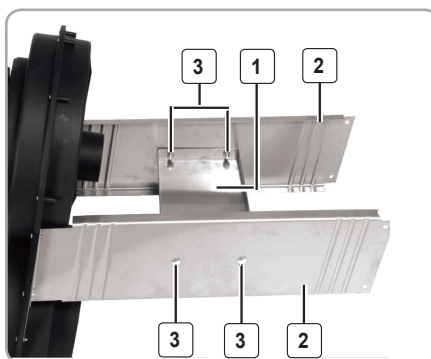

Fig.5
- Poziționați placa de stabilizare (1) între plăcile laterale (2) și fixați-o cu șuruburile și piulițele (3) (Fig. 5).